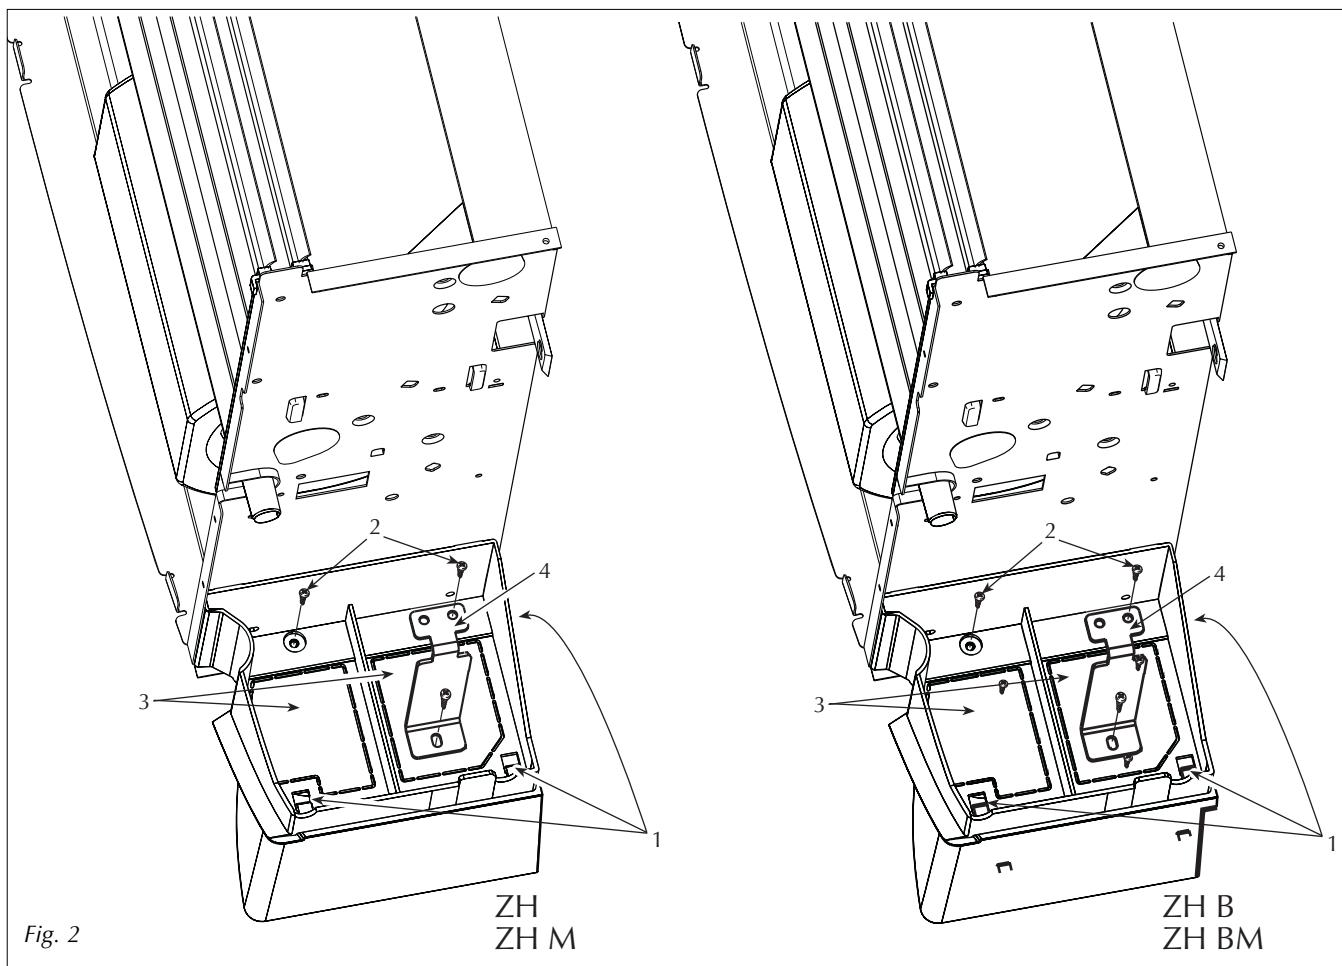

Fig. 2
- per impianti con tubi provenienti dal pavimento rimuovere i semitranciati (3 fig.2);
- gli zoccoli sono dotati di tre ganci (1 fig.2) che devono essere infilati nelle apposite feritoie situate sulle chiusure inferiori e sul telaio, quindi far scorrere gli zoccoli verso l'esterno per alcuni millimetri fino ad arrivare in battuta;
- per bloccare gli zoccoli utilizzare le viti a corredo (2 fig.2);
- per l'eventuale fissaggio a pavimento, togliere i semitranciati posteriori dalle chiusure laterali in plastica (3 fig.2), fissare le staffe (4 fig.2) al ventilconvettore con le viti a corredo e fissarle al pavimento mediante tasselli ad espansione (non forniti);
- dans les installations où les tuyaux viennent du sol, enlever les parties pré découpées (3 fig.2);
- les soubassements sont équipés en trois crochets (1 Figure 2) qui doivent être conduits dans les correspondantes fenêtes situées sur les fermetures inférieures et sur le châssis, donc on fait glisser les soubassements vers l'extérieur pour quelques millimètres jusqu'arriver en feuillure;
- il faut utiliser les vis qui se trouvent dans le prêt-à-monter (2 Figure 2) pour bloquer les soubassements ;
- pour l'éventuel fixage au plancher, il faut lever les demi découpés postérieures de fermetures latérales en plastique (3 Figure 2), fixer les pattes (4 Figure 2) au ventilo-convector avec les vis du prêt-à-monter et il faut donc les fixer au plancher par les vis tamponnées (pas en dotation);
- cut-out must be removed in plants with pipes coming from the floor (3 fig.2);*
- feet are provided with three hooks (1 Figure 2) which must be threaded through the apposite slots placed on the lower closings and on the frame. So slide off the feet on the outside for few millimeters till you get to the rabbet.*
- use the screws in the tool kit to block the feet (2 Figure 2);*
- for the eventual fixing on floor, remove the half-sheared bars (the rear parts) from the lateral closings made of plastic material (3 Figure 2), fix the supports to the fan coil using the screws you find in the tool kit and fix them on the floor through rawlplugs (not provided in the tool kit);*
- bei Anlagen mit Wasseranschlüssen, die vom Unterboden herführen, müssen die vorgestanzten Teile entfernt werden (3, Abb.2);**
- die Unterlagen (1, Abb. 2) bestehen aus 3 Haken, die in die geeigneten auf die Unterschließungen und das Gerüst gestellten Schließscharten eingesteckt werden sollen, dann soll man die Unterlagen für einige Millimeter nach außen gleiten lassen, bis si zum Schlagen kommen;**
- um die Unterlagen zu blockieren, beigelegte Schrauben benutzen (2, Abb. 2);**
- für eventuelle Besfestigung auf dem Boden soll man die rückseitigen halb ausgeschnittenen Bestandteile aus den Plastiköffnungen (3, Abb. 2) entfernen, die Pratzen (4, Abb. 2) zum Luftheritzer mit den beigelegten Schrauben verschrauben und auf den Boden mit (nicht befügten) Ausdehnungsdübeln befestigen;**